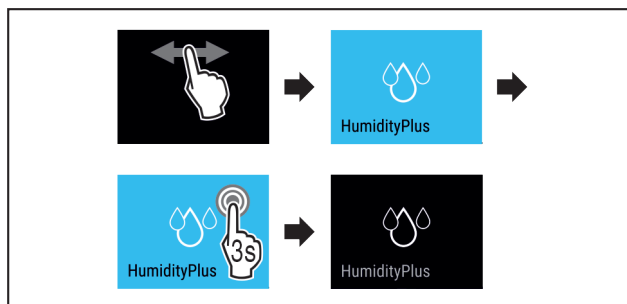

Fig. 8
- ▶ Eseguire i passaggi (vedere Fig. 8).